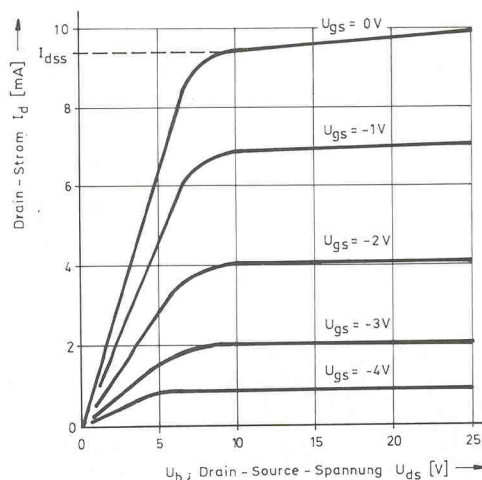

Bild 1. Typisches Kennlinienfeld eines N-Kanal-Sperrschicht-FETs.
d.h. bei Gate-Spannung Null fließt der maximale Strom. Der Stromfluß verringert sich jedoch oder 'verarmt', wenn an das Gate eine gegen die Source negative Spannung gelegt wird; dies geht auch aus dem in Bild 1 angegebenen Kennlinienfeld für einen N-Kanal-Sperrschicht-FET hervor.